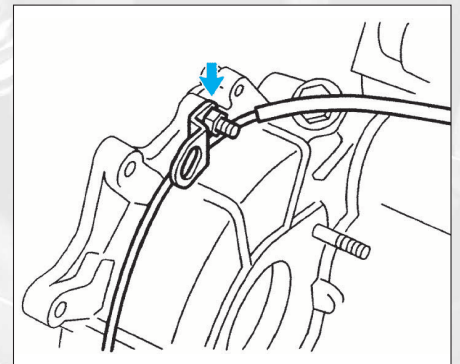

FIG. 35
• Déposer le tuyau de dépression (fig. 35).